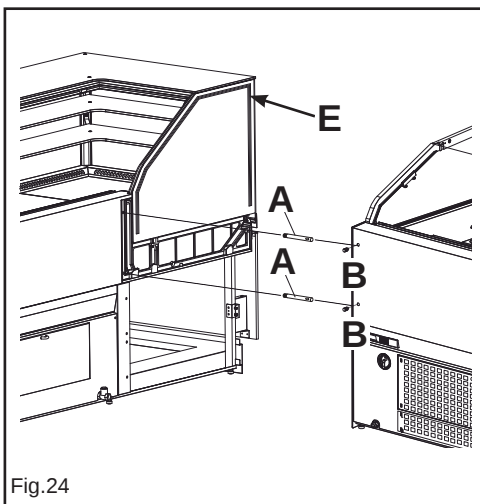

Fig.24
- Incollare lungo il bordo del vetro la guarnizione adesiva (fig.24 pos.E). La guarnizione è data in dotazione nel pacco accessori;
- Avvitare i perni lato operatore (fig.24 pos.A);